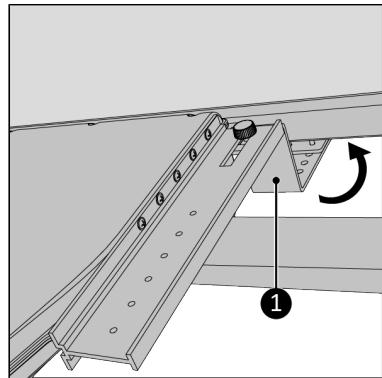

Figure 202.
- Accrochez le support autour du cadre de la fenêtre (Figure 202, pos. 1).